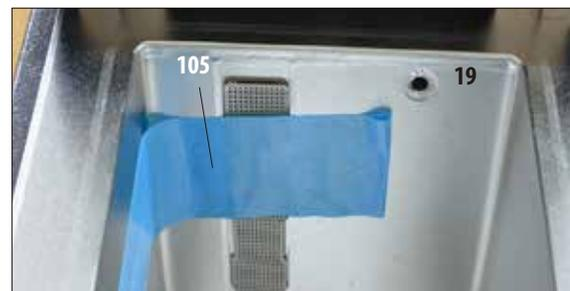

Abb. 19
- In der Retorte muss ebenfalls ein Klebeband (105) entfernt werden, das die Abdeckung der Füllstandssensoren sichert (Abb. 19).